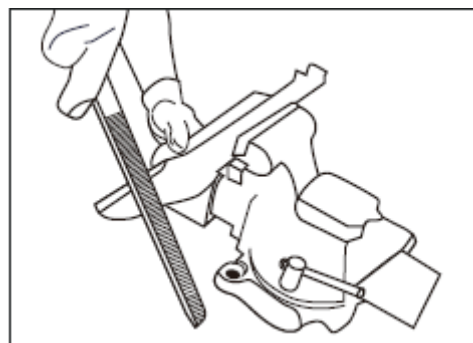

Fig. 17
- Sujete la cuchilla en un tornillo de banco (véase la fig. 17).